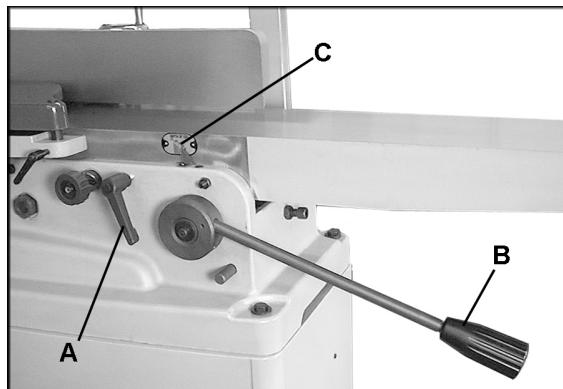

Рис. 28
6. Поднимайте стол подачи до тех пор, пока он не коснется поверочной линейки. Чтобы поднять стол подачи, ослабьте ручку фиксации (A, Рис. 28) и поднимите регулировочный рычаг (B, Рис. 28). Когда стол коснется поверочной линейки, затяните ручку фиксации (A, Рис. 28).